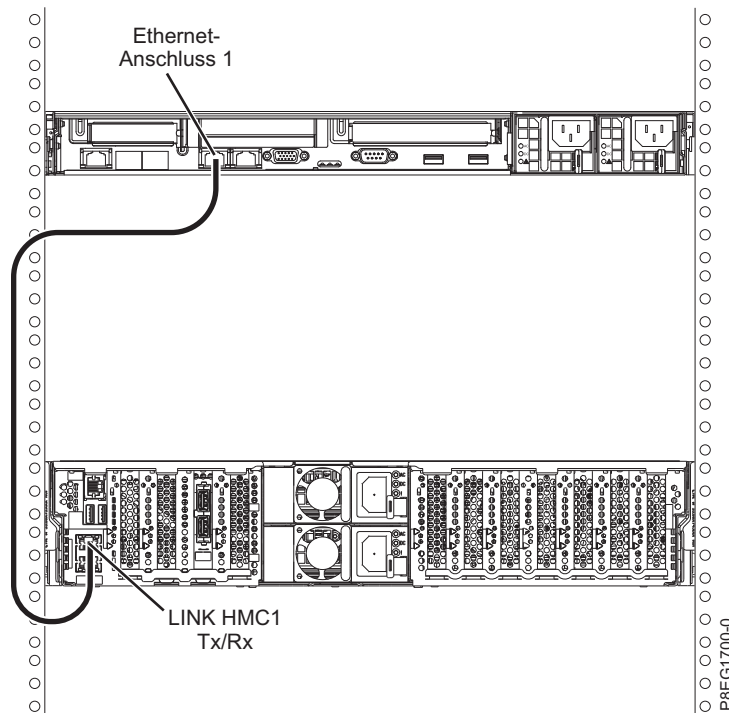

Abbildung 17. Anschließen der HMC an das verwaltete System
1. Wenn Sie Ihre HMC direkt an das verwaltete System anschließen möchten, schließen Sie den **Ethernet-Anschluss 1** der HMC an den Anschluss **HMC1** des verwalteten Systems an. Siehe Abb. 17.